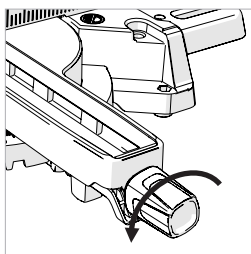

Fig. 42
- Afloje la perilla de bloqueo del mango del inglete (**Fig. 42**) girándola en sentido antihorario.